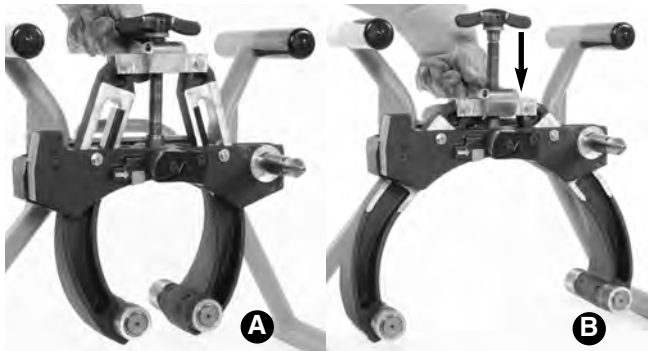

Figura 8 – Palanca de liberación rápida
2. Presione la palanca de liberación rápida (A) y empuje el carro superior hacia abajo (B) para abrir la abrazadera completamente. Vea la Figura 8.